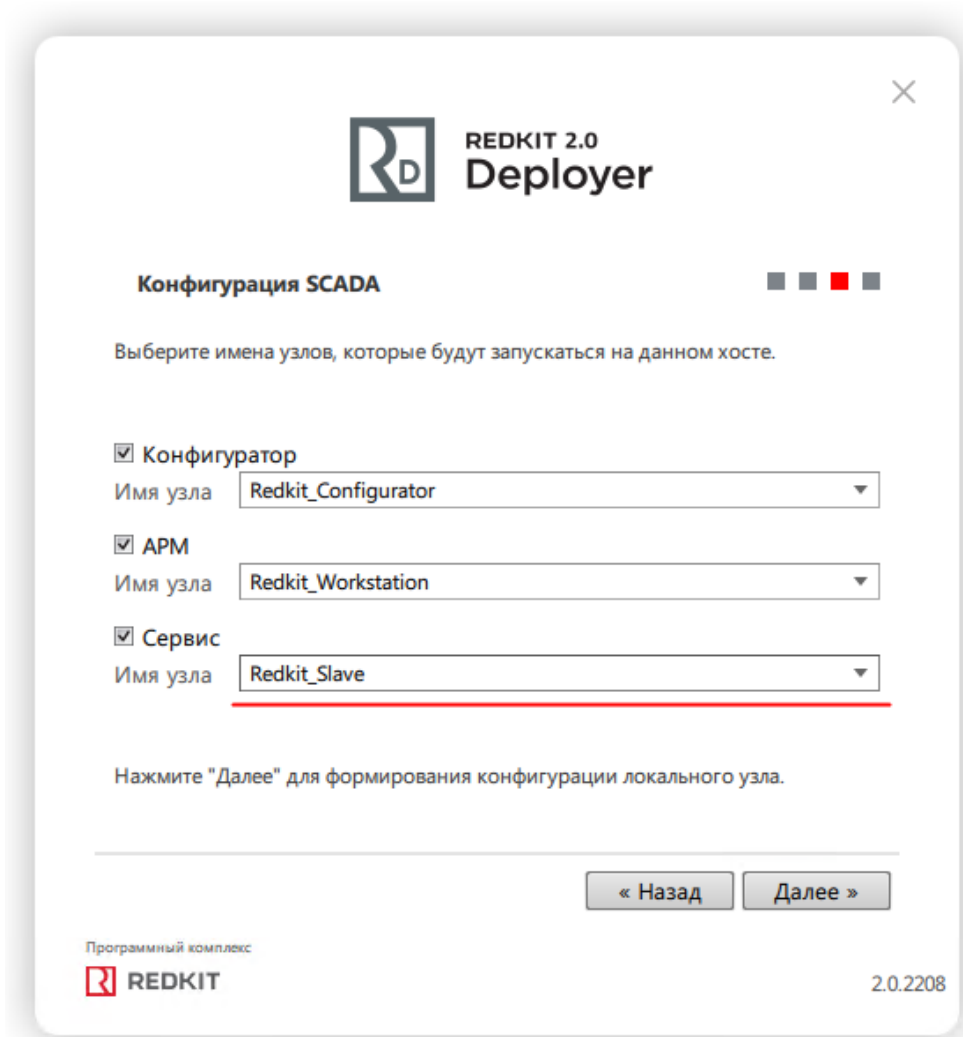

Рисунок 59 - Узлы
7. У имени узла **Сервис** выберите **Redkit_Slave** и нажмите **Далее** (Рисунок 59).